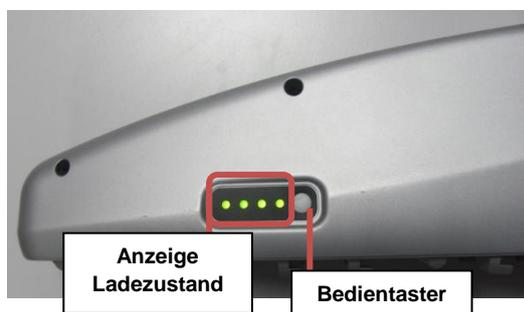

Abbildung 1
Der Akku lässt sich in diesem Zustand nur über den Druck auf den Bedientaster (siehe Abbildung 1) aufwecken.
Der Ladezustand wird nach kurzem Drücken des Tasters angezeigt (s. Abbildung 1). Die Anzahl der aufleuchtenden Leuchtdioden gibt den aktuellen Ladezustand an:
- Wecken Sie den Akku über einen Druck den Bedientaster (siehe Abbildung 1) auf